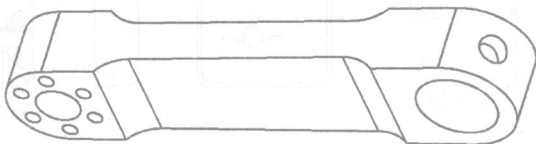

图 7-21
- ② 单击 , 完成圆角创建, 至此完成零件创建, 如图 7-21 所示。